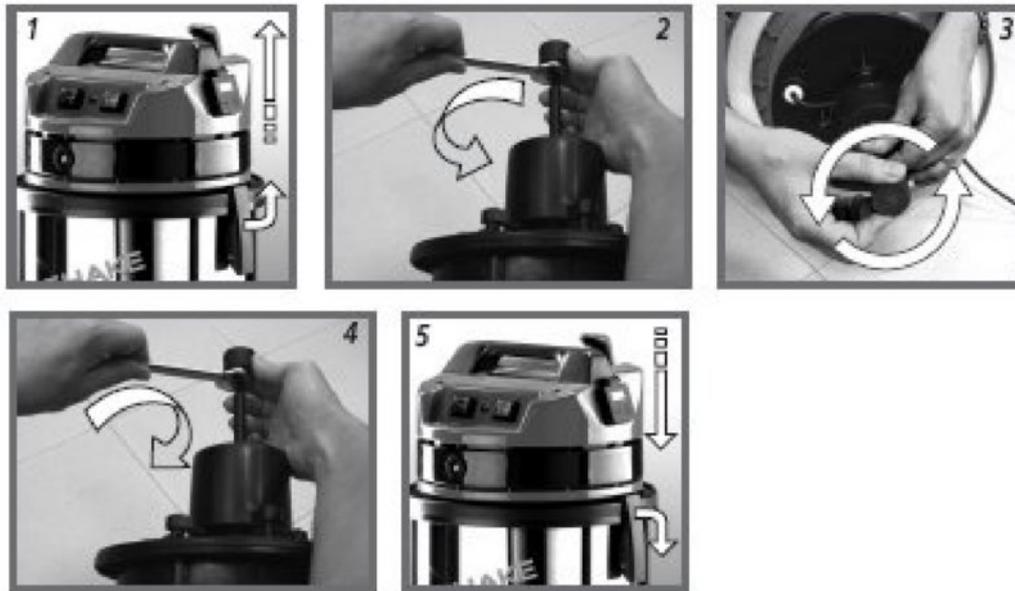

Рис.4
- Отщелкните защелки (S), поднимите корпус головного блока (A) (рис.4, поз.1).
- Снимите фильтр – картридж (F)
- Ослабьте контргайку резиновой пробки (рис.4, поз.2).
- Ослабьте или закрутите резиновую пробку хотя бы на один оборот резьбы. Ослабить или закрутить в зависимости от ситуации (рис.4, поз.3).
- Затяните контргайку (рис.4, поз.4).
- Установите корпус головного блока (A) на бак (рис.4, поз.5).